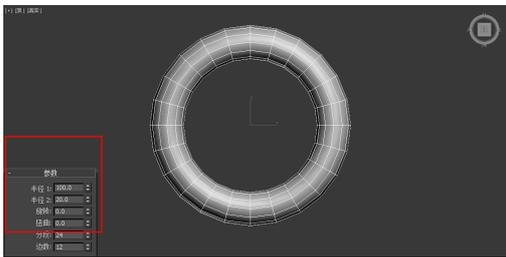

图 3-61 创建圆环
- 1 在几何体面板中创建一个【圆环】，设置其参数【半径 1】为 100、【半径 2】为 20，如图 3-61 所示。